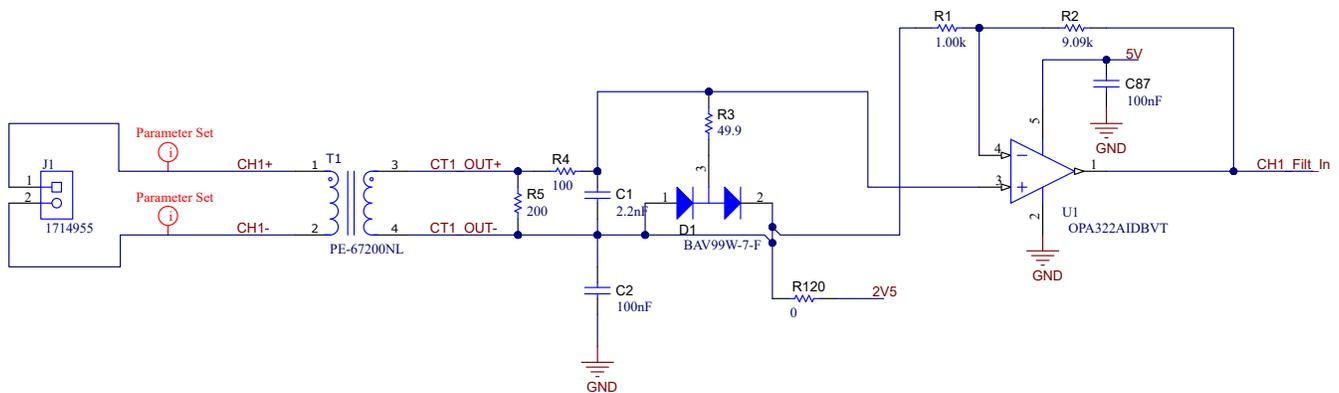

図 2-2. 電流トランス回路およびゲイン段の回路図
ソーラー・ストリングとインバータの間の DC 電流で AC ノイズを検出するために、電流トランス (CT) ベースのアプローチを選択します。これには、アーク検出には関心のない大きな DC 成分がすぐにフィルタリングされるという利点があります。CT には大きな DC 電流が流れるため、飽和挙動は非常に重要です。DC 電流が大きい場合は、ギャップ付きフェライト・コアや透磁率の低い粉末金属コアが必要になる場合があります。図 2-2 に示す回路は、CT、いくつかの受動部品、アンプで構成されています。データシートに従って  $200\Omega$  の負荷抵抗  $R5$  を選択します。これにより、CT の周波数帯域内である  $10\text{kHz}\sim 200\text{kHz}$  の AC 成分に対して電流と電圧の比が  $1:1$  になります。その後、受動部品を使用してアンプを保護し、 $2.5\text{V}$  のバイアス電圧を印加します。アンプ回路は  $10$  のゲインを導入し、出力信号を次のフィルタ・セクションの入力電圧範囲に適合させます。AC 成分が大きい場合は、このゲインを減少させることができます。